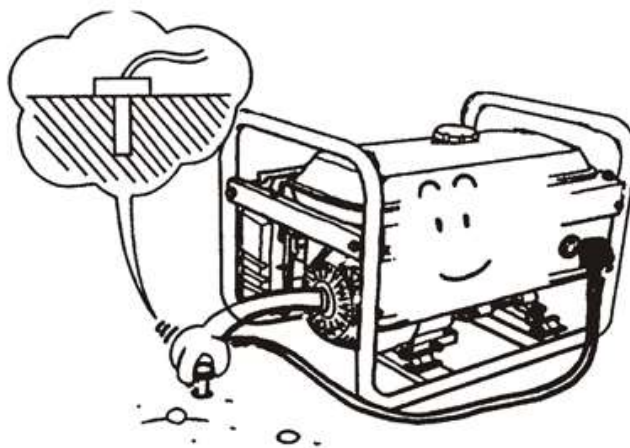

Рис. 27
5.1 Завжди з'єднуйте генератор з землею, щоб запобігти його неправильне використання (Рис. 27).